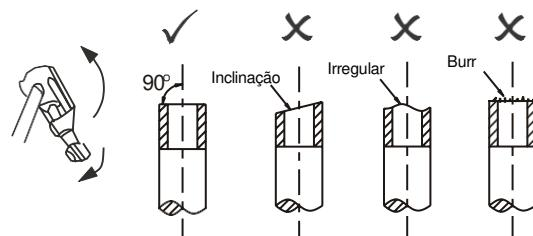

Figura 5.4
1) Cortar o tubo com uma ferramenta apropriada (Ver Figura 5.4).